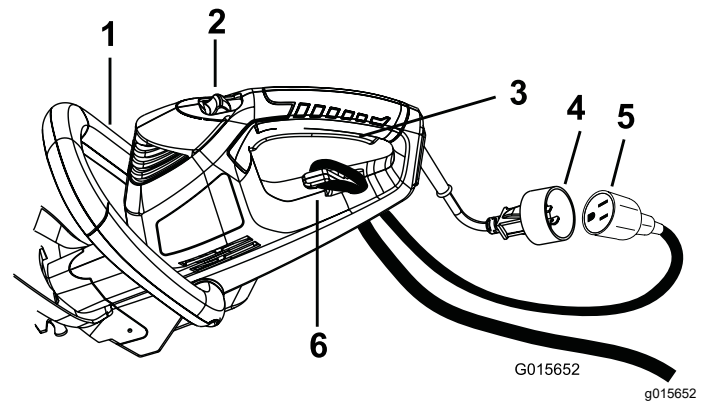

Figura 1
4. Enchufe el producto en el cable alargador (Figura 1).
2. Conecte el cable alargador al cortasetos (Figura 1).
4. Deslice el interruptor de bloqueo hacia atrás, hacia usted, luego apriete el gatillo para encender el cortasetos (Figura 1). El cortasetos permanecerá encendido mientras se apriete el gatillo. Puede soltar el interruptor de bloqueo una vez que el cortasetos esté funcionando.
1. Suelte el gatillo (Figura 1).